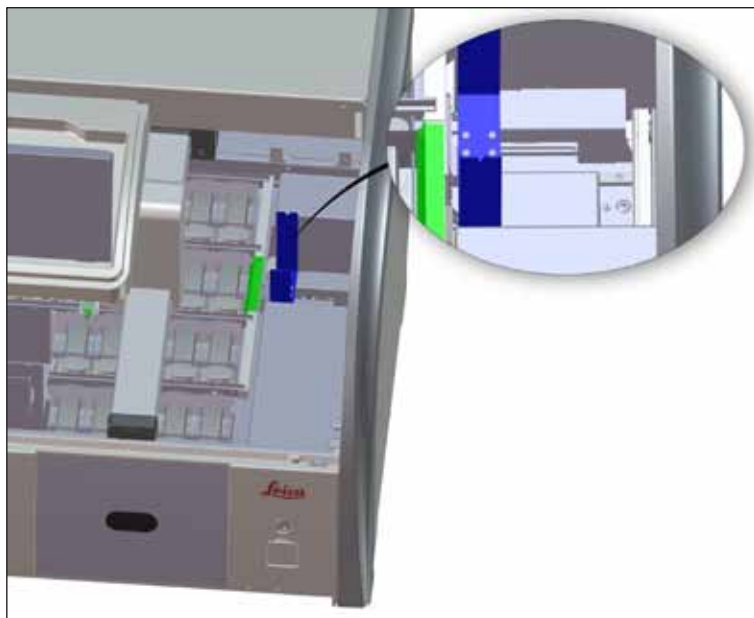

Bild 94
- Kontrollera överföringsstationen (→ "Bild 94") regelbundet för att se om det finns kvarvarande reagenser i den.